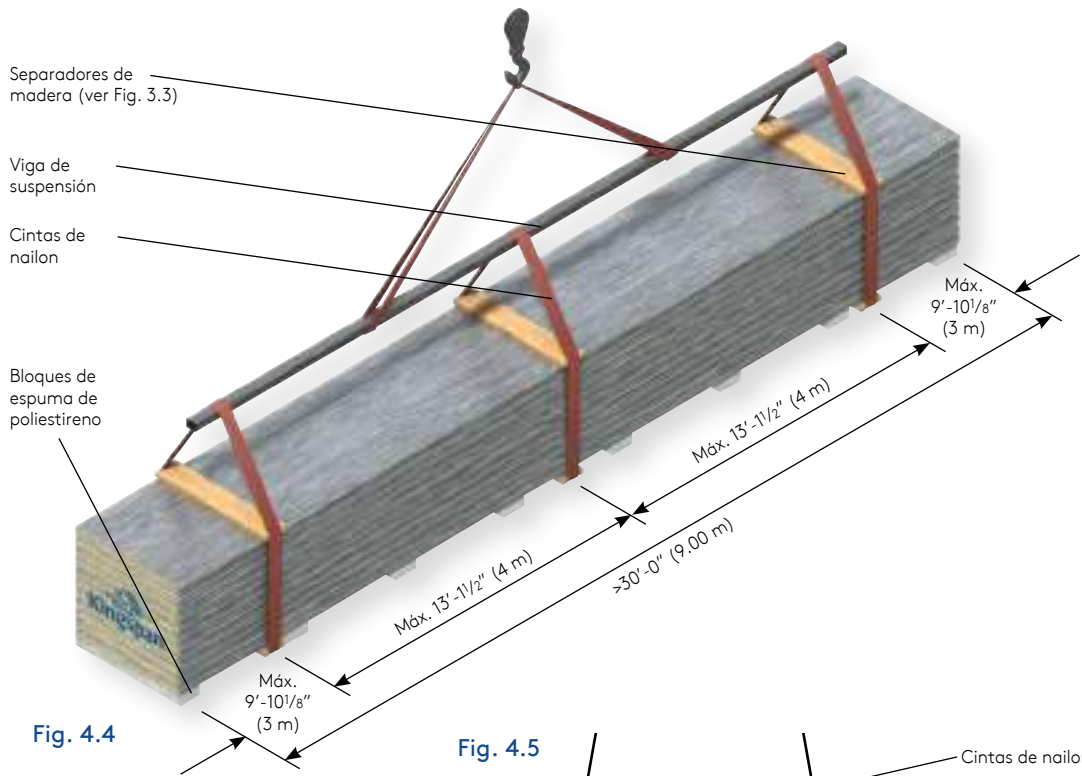
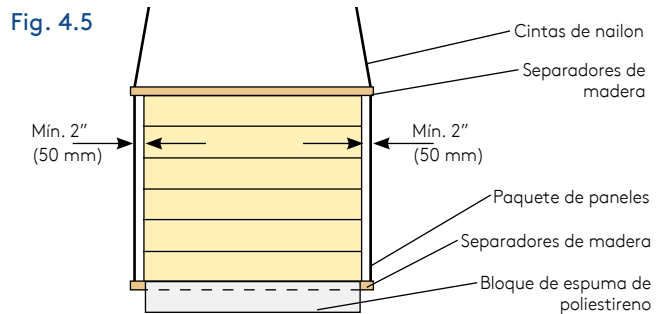

Fig. 4.4
Fig. 4.5
**4.2.3** Cuando se eleven paquetes de más de 30'-0" (9.00 m) con grúa, se necesitan tres puntos de soporte desde la viga de suspensión al paquete, como se muestra en la Fig. 4.4. Para evitar daños por las cintas de nailon, use separadores de madera en la parte superior e inferior en los puntos de izaje como se muestra en la Fig. 4.4 y Fig. 4.5.